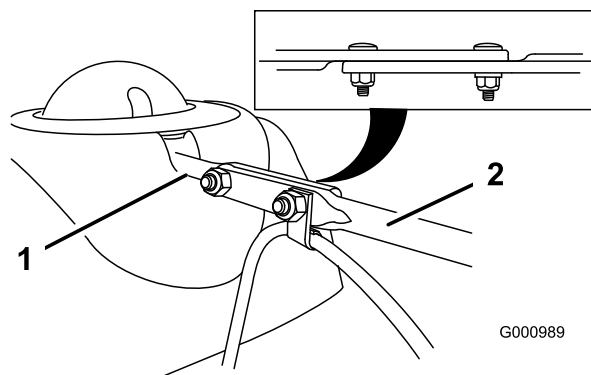

Figure 14
- Alignez l'extrémité plate arrière de la longue tige d'orientation de l'éjecteur sur l'extrémité plate avant de la tige courte qui part du panneau de commande de façon à les engager l'une dans l'autre (Figure 14).